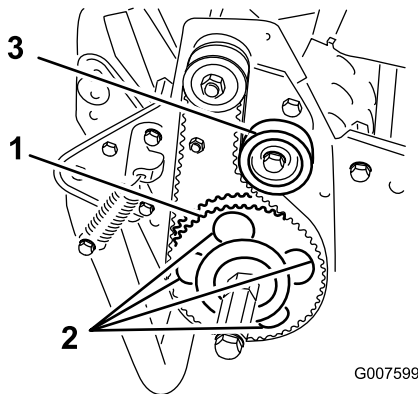

Figura 46
7. Gire la polea arrastrada hasta que los taladros queden alineados con los 4 tornillos con arandela prensada del cojinete de rodillos (Figura 46).
11. Ajuste la tensión de la correa y apriete el tornillo de montaje de la polea tensora (Figura 46).